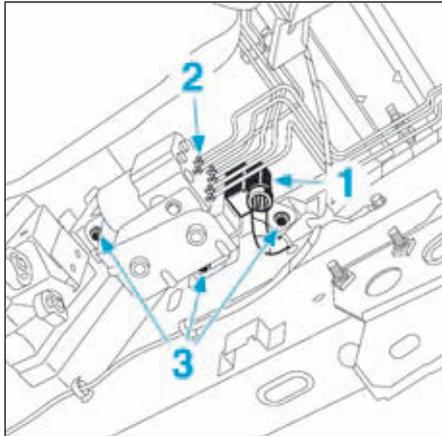

FIG.22
- Débrancher le connecteur (1) du groupe hydraulique (Fig.22).
- les raccords (2),